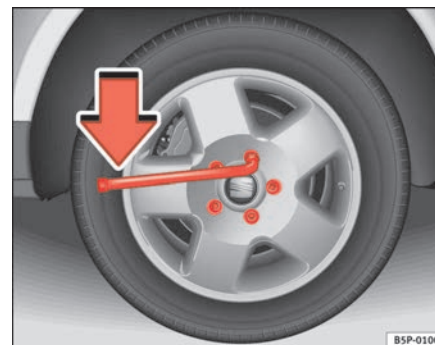

Fig. 169 Cambio de rueda: aflojar los tornillos de rueda
- Agarre la llave por el extremo y gírela aproximadamente una vuelta hacia la **izquierda** ⇒ **fig. 169**.